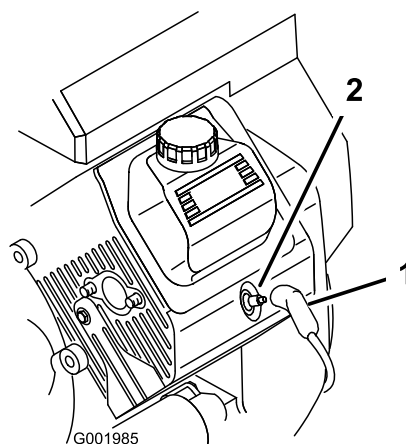

Рисунок 45
- Снимите провода со свечей зажигания (Рисунок 45).
3. Наденьте провода на свечи зажигания (Рисунок 45).